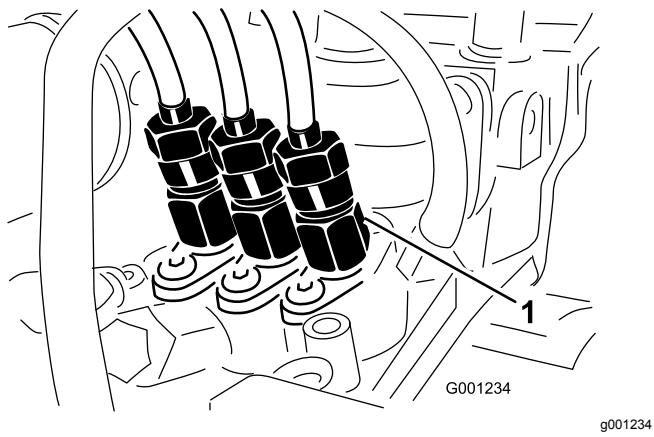

Figura 50
1. Liberte a porca do tubo que se encontra ligada ao injetor n.º 1 e à estrutura de suporte da bomba de injeção (Figura 50).